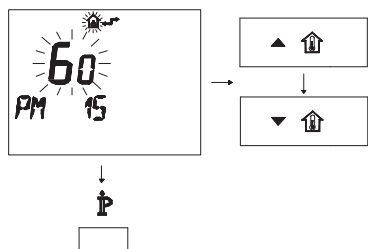

Рис. 5.24
- Изменяйте заданное значение посредством кнопки   или   до появления заданного значения **60** и подождите, пока заданная цифра не начнет мигать (Рис. 5.24).